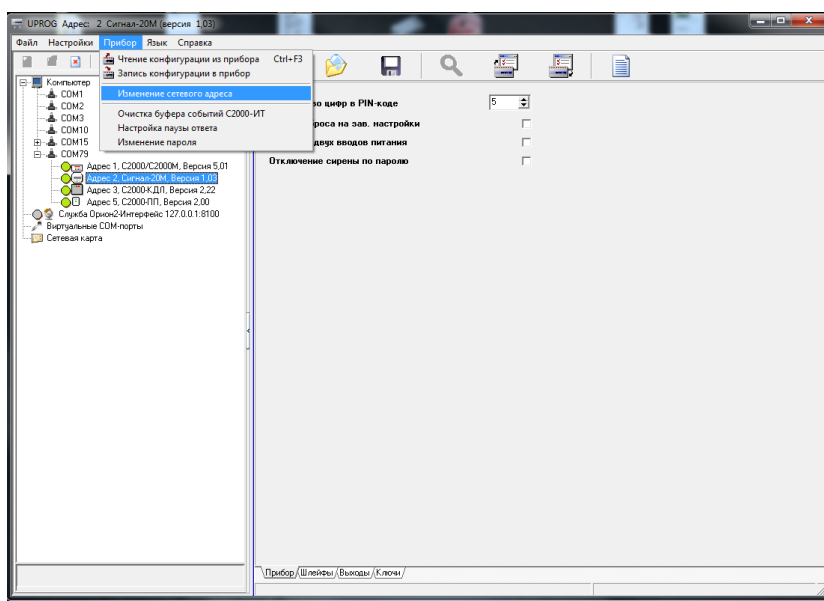

Рисунок 1.
1. Если прибор будет эксплуатироваться вместе с другими приборами в составе ИСБ "Орион", то ему необходимо присвоить уникальный (отличный от других) сетевой адрес в диапазоне от 1 до 127. Для этого необходимо подключить данный прибор к сетевому контроллеру (другие приборы в это время должны быть отключены от интерфейса) и изменить сетевой адрес, например, с помощью программы "UPROG.EXE" (Рисунок 1). **Обязательное условие - на С2000-М должен быть выбран режим программирования.**